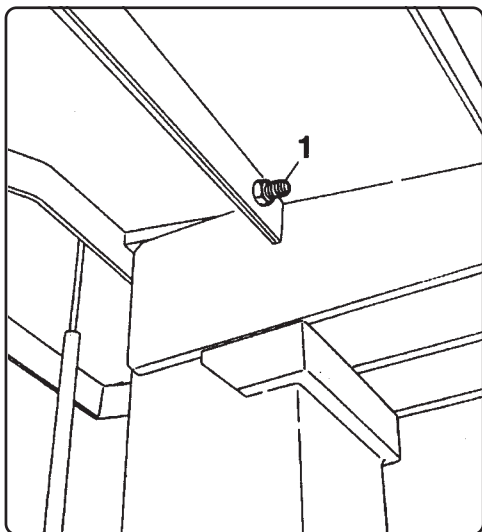
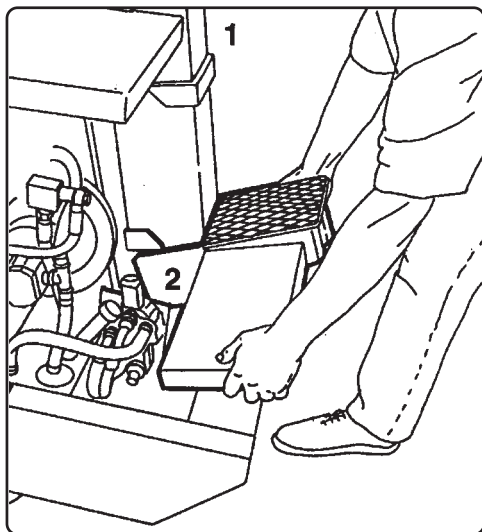

Fig. 6
Fig. 7
- 1) Plassere vedkløyveren plant med ambolten satt inn i sin øverste plass (1 Fig. 7). Kontrollere at festebolten som befinner seg under arbeidsplanet (kun for 700/900) er godt skrudd fast (1 fig. 6). Der-som man skulle ønske en større avstand mellom kniven og arbeidsplanet, skal man kontrollere at sistnevnte i sin nederste posisjon (2Fig. 7) slår mot maskinens vegg.
På modellene 700 og 900 er det mulig å øke maksimalhøyden på skjæringen, bare ved å ta skruen ut (1 Fig. 6) og ved å flytte på ambolten fra posisjon 1 til posisjon 2 (Fig. 7). Kontrollere at arbeidsplanet slår mot maskinens vegg.
Når man setter ambolten tilbake i utgangsposisjonen, må man huske på gjeninnsette skruen og blokkeringsmutteren (1 Fig. 6).